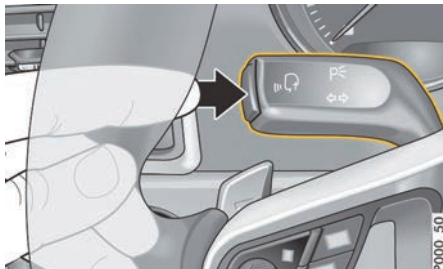

图 233: 控制杆上的“语音控制”按钮
1. 按下控制杆上的 (图 233)。这时会响起逐渐出现的声音信号，PCM 中出现语音控制的 图标。
- ▶ 按下控制杆上的 (图 233)。响起逐渐消失的声音信号。
控制杆上的 (图 233) 按钮可根据应用启动不同的功能：
1. 按下控制杆上的  (第 280 页的图 233)。这将显示带有示例命令的列表。